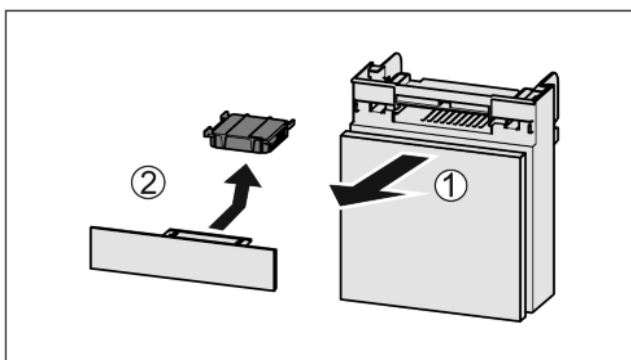

Fig. 35
- ▶ Zásuvku vytáhněte dopředu Fig. 35 (1).
- ▶ Filtr s aktivním uhlím vyjměte Fig. 35 (2).